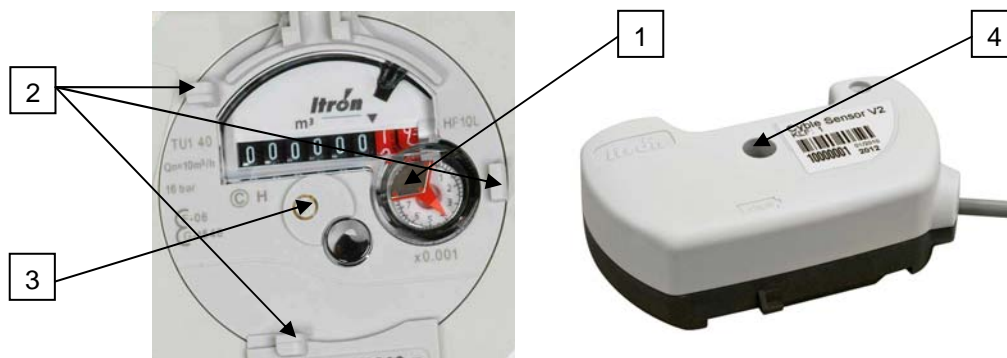

Рисунок 4 – Установка модуля Cyble.
7.3 Для подключения модуля к счетчику необходимо (см. Рисунок 4): осторожно, чтобы избежать повреждения сумматора, выкрутить заглушку (3), установить модуль на креплениях (2); вставить крепежный винт, который идет в комплекте с модулем, в отверстие (4), закрутить винт чтобы зафиксировать модуль на сумматоре счетчика. Крепежный винт имеет отверстие для пломбирования модуля, закрепленного на счетчике.